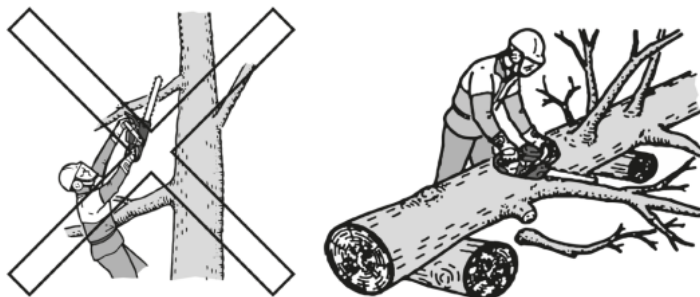

Рисунок 16. Схема обрізання малих гілок.
5.3.5.1 Обрізання малих гілок здійснювати тільки на поваленому дереві згідно зі схемою рис. 16.